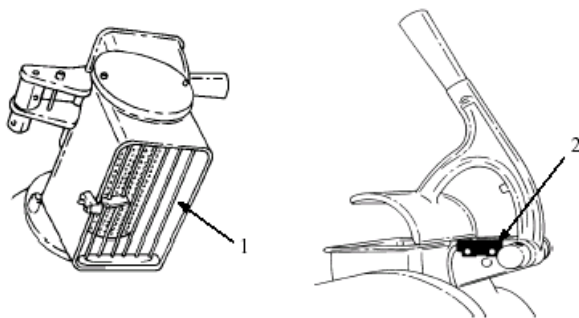

Рис. 1 – Положение предохранительных устройств
- Защитной решёткой (1) на разгрузочном устройстве (см. Рис. 1) с целью предотвращения любых контактов рук оператора с валом во время работы аппарата;
- Магнитный микровыключатель (2), с помощью которого машина останавливается в случае, если поднят толкатель.